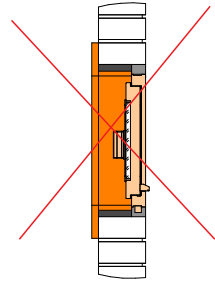

Рисунок 3
- **ЗАПРЕЩАЕТСЯ !!!** (Рисунок 3)